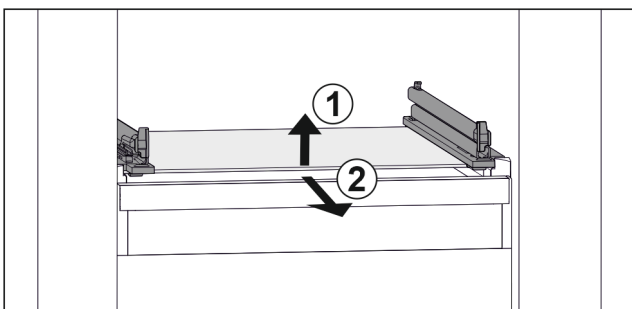

Fig. 32 Примерное отображение стеклянной пластины
- ▶ Приподнимите стеклянную пластину спереди. Fig. 32 (1)
- ▶ Извлеките стеклянную пластину движением вперед. Fig. 32 (2)